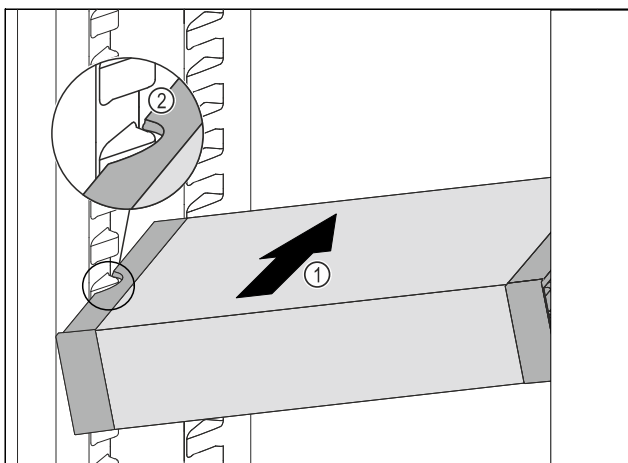

Fig. 122
- ▶ Työnnä VarioSafe vinossa asennossa jääkaappiosaan Fig. 122 (1), kunnes VarioSafen sivuilla olevat lovet Fig. 122 (2) ovat jääkaappiosassa olevien kotelokiilojen tasolla.